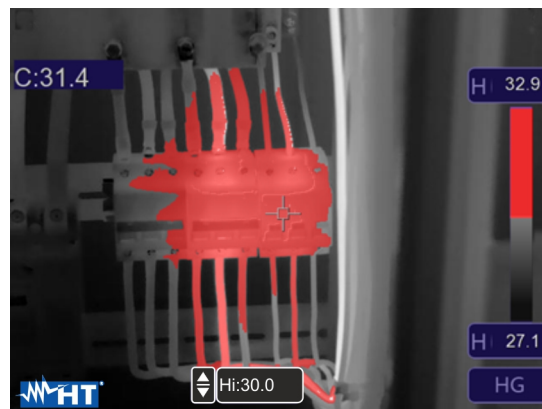

Fig. 41: Selección isoterma Alarm high Temp
5. Toque el rango “Hi” en la parte inferior del visualizador y utilice las teclas flecha ▲ o ▼ para configurar el valor del umbral de temperatura máxima más allá de la cual el instrumento muestra los puntos de la imagen en color rojo y en gris los restantes puntos (ver la Fig. 41)